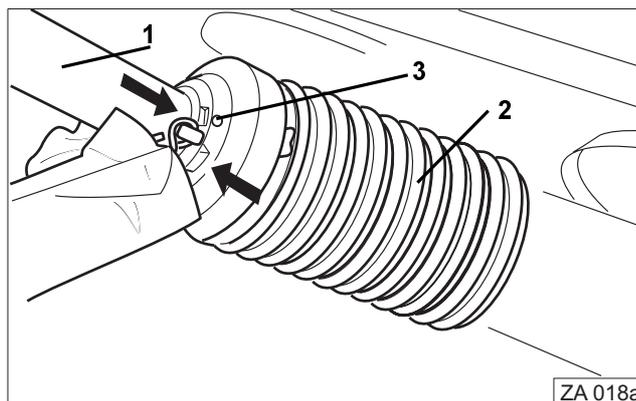

Fig. 15
- Colocar la mitad del tubo protector (Fig. 15/1).
- Girar la tolva de protección (Fig. 15/2) a la posición de montaje.
- Fijar el tornillo de retención (Fig. 15/3).